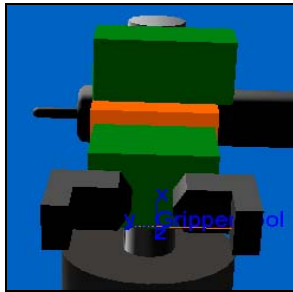
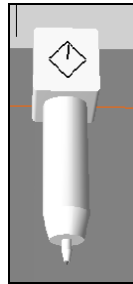

Fig. 3.8.2
Fig. 3.8.3
A continuación montaremos la herramienta con la pieza gris que hay sobre la chapa (*Fig. 3.8.3*):
**TOOL** > > > **SELECCIONAR CARA INFERIOR DE LAS GARRAS DEL GRIPPER (Fig. 3.8.2) > SELECCIONAR CENTRO DE LA CARA DE LA PIEZA GRIS (Fig. 3.8.3)**